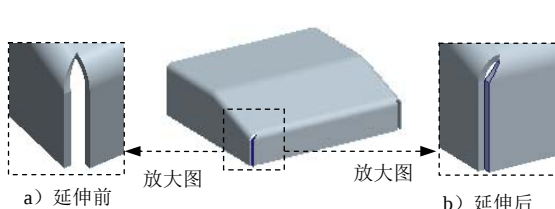
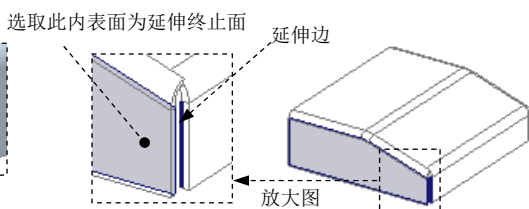

图 11.12.21 第二次延伸
图 11.12.22 定义延伸边和延伸终止面
Step8. 创建图 11.12.21 所示的第二次延伸。选取图 11.12.22 所示的模型边线为延伸边；单击 **模型** 功能选项卡 **编辑** 区域中的“延伸”按钮  延伸，在弹出的操控板中单击  按钮，然后选取图 11.12.22 所示的钣金内表面为延伸的终止面。单击  按钮，完成延伸壁 2 的创建。